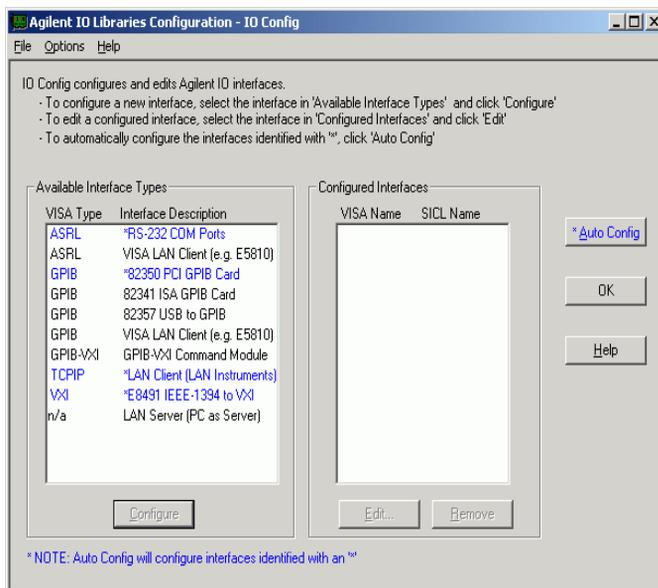

Figure 8 Choix de l'interface adéquate dans l'écran de configuration des E/S (I/O Config Screen)
- 5 Choisissez l'interface appropriée dans la liste proposée, c'est-à-dire soit "82341 ISA GPIB" si vous avez installé une carte GPIB Agilent 82341C, soit "82350 PCI GPIB" si vous avez installé la carte Agilent 82350 (voir la Figure 8).